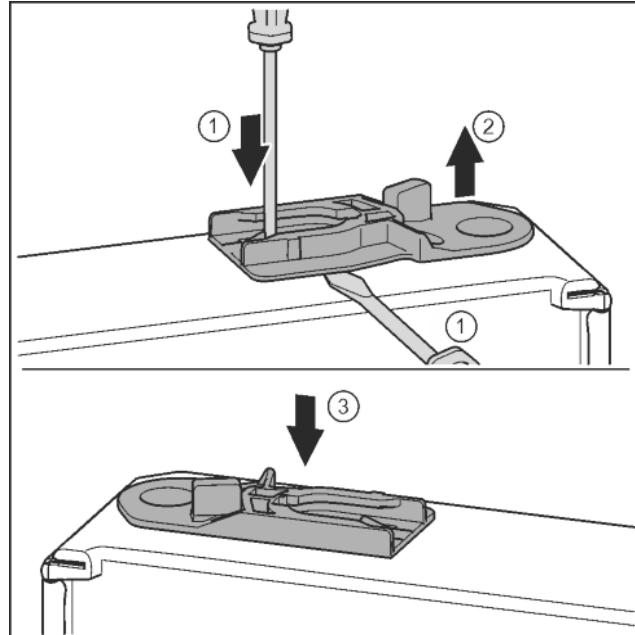

Fig. 33
- Извлечь направляющее гнездо: нажать накладку шлицевой отверткой и одновременно переместить ее шлицевой отверткой под направляющее гнездо. Fig. 33 (1, 2)
- Прилагаемое при поставке направляющее гнездо вставить на другой стороне корпуса. Fig. 33 (3)